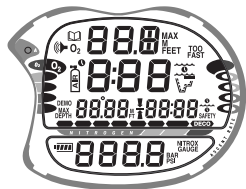

Fig. 13 - Selbsttest Modus
- Nach der manuellen Aktivierung wird sich der Rechner im **Selbsttest Modus** (Fig. 13) befinden, in welchem er alle Displaysegmente als "8" anzeigt, gefolgt von "-", und danach ein Countdown von "9" nach "0", die Beleuchtung ist auch aktiviert.